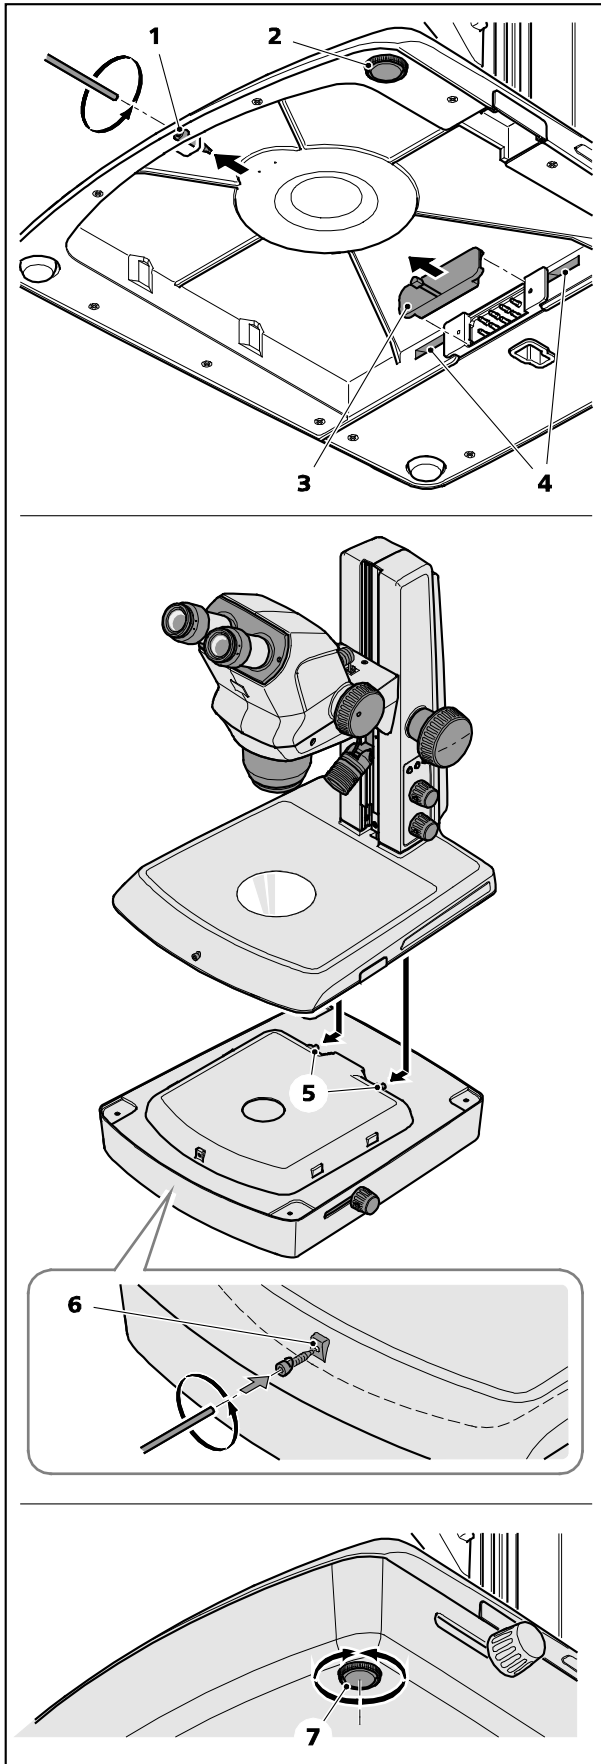

Bild 3 Durchlichteinheit M LED montieren
- Inbusschraube SW 3 (Bild 3/1) an der Vorderseite des Stativs herausdrehen und zur Seite legen.
- Den höhenverstellbaren Stativfuß (Bild 3/2) komplett einschrauben.
- Abdeckkappe (Bild 3/3) entfernen.
- Stativ vorsichtig von hinten auf die Durchlichteinheit aufsetzen und nach vorn schieben, bis Stativplatte und Durchlichtgehäuse bündig ausgerichtet sind. Die beiden Nasen (Bild 3/5) müssen in die Aussparungen (Bild 3/4) eingreifen.
- Inbusschraube SW 3 in die Gewindebohrung (Bild 3/6) der Durchlichteinheit einschrauben und handfest anziehen.
- Stativ wieder aufrecht hinstellen und ggf. durch Einstellen des höhenverstellbaren Fußes in der Durchlichteinheit (Bild 3/7) kippelfrei ausrichten.